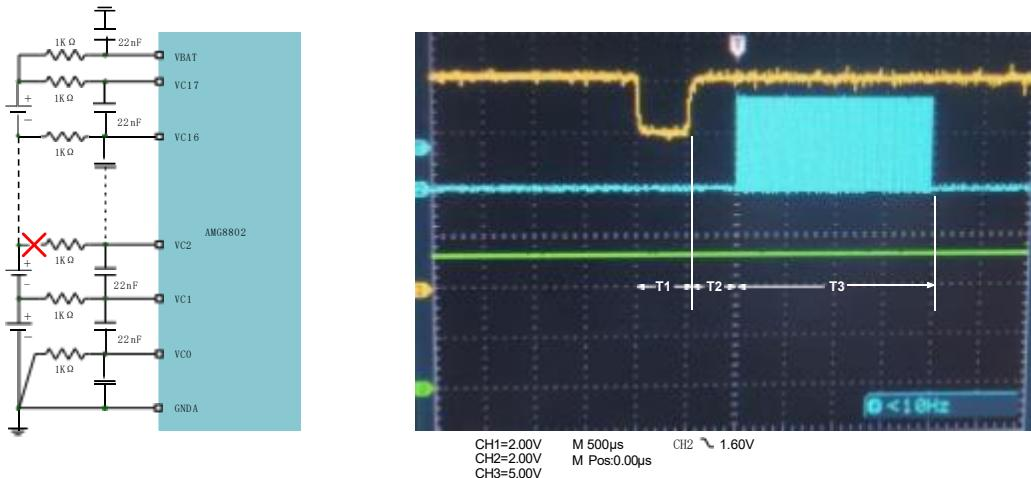

图 11: 断线诊断示意图
假设在图 11 的红色画“×”的地方发生断线。当芯片执行断线检测时，会进行以下动作：
- 使能 VC1 和 VC2 的被动均衡，内部均衡 mos 导通，时间 T1 (见图 11)。